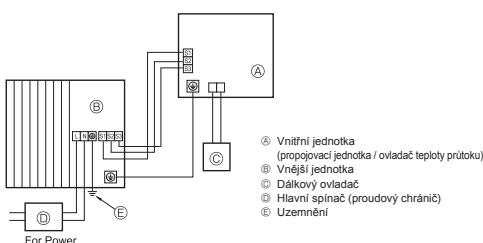
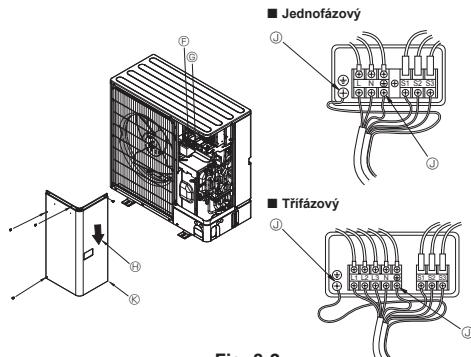

Fig. 8-1
Fig. 8-2
8.1. Vnější jednotka (Fig. 8-1, Fig. 8-2)
- ① Sejměte servisní panel.
- ② Zapojte kabely podle Fig. 8-1 a Fig. 8-2.